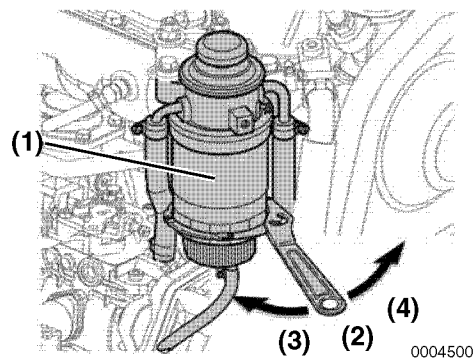

Figure 14
- 6. Rimuovere il contenitore del filtro **(Figure 14, (1))** con una chiave per filtro **(Figure 14, (2))**.